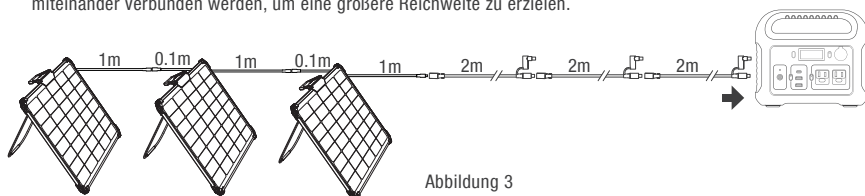

Abbildung 3
② Dieses Produkt unterstützt die Parallelschaltung für eine höhere Leistung.
* Es können bis zu 3 Solarmodule parallel angeschlossen werden (Abb. 3), bei mehr als 3 kann sich das Kabel erhitzen und das Produkt beschädigen.